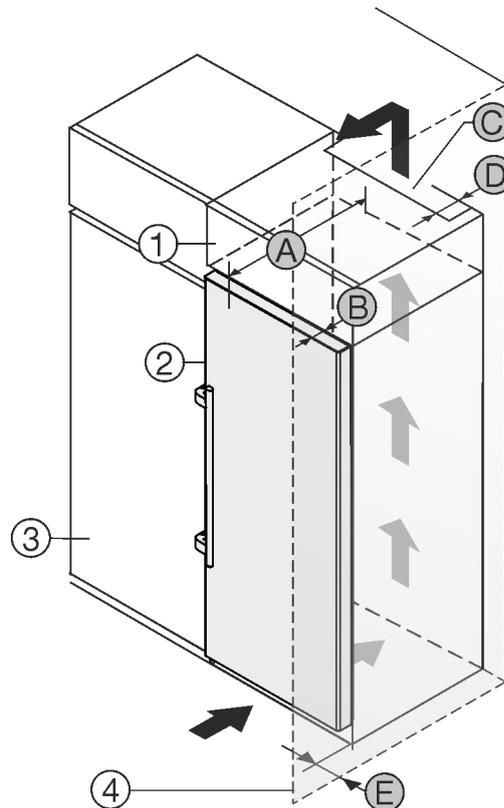

Fig. 1
Sie können das Gerät direkt neben dem Küchenschrank Fig. 1 (3) aufstellen.
An der Rückseite des Aufbauschranks muss ein Abluftschacht mit der Tiefe Fig. 1 (D) über die gesamte Aufsatzschrankbreite vorhanden sein.
Unter der Raumdecke muss der Entlüftungsquerschnitt Fig. 1 (C) eingehalten werden.
Wenn Sie das Gerät mit den Scharnieren neben einer Wand Fig. 1 (4) aufstellen, dann muss der Abstand zwischen Gerät und Wand mindestens 57 mm betragen. Dies entspricht dem Griffüberstand bei geöffneter Tür.
Damit Sie die Tür vollständig öffnen können, muss das Gerät um die Türtiefe Fig. 1 (B) gegenüber der Küchenschrankfront vorstehen. Abhängig von der Tiefe der Küchenschränke Fig. 1 (3) und Verwendung von Wandabstandshaltern kann das Gerät weiter herausragen.